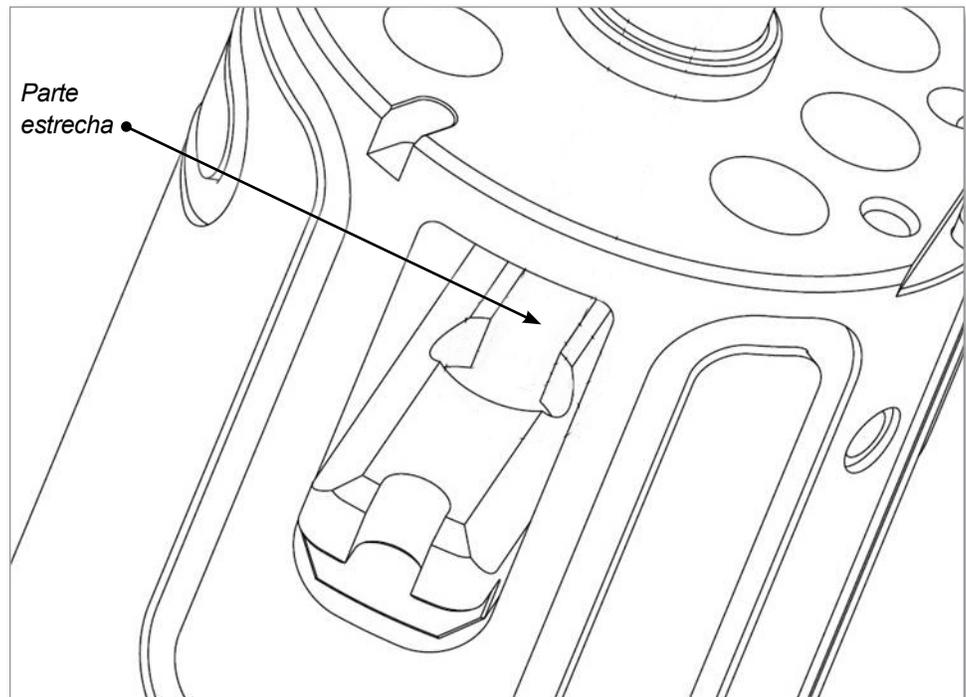

Figura 11-9 Ubicación de la cabeza de la clavija de la válvula en la parte estrecha
8. Deslice la cabeza de la clavija de la válvula para ubicar la cabeza de la clavija de la válvula en la parte estrecha de la ranura. Consulte la Figura 11-9.